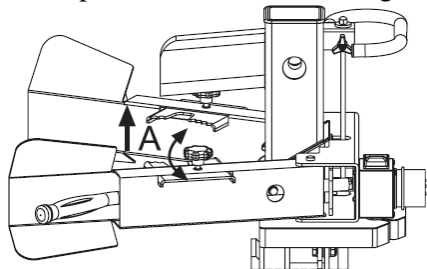

Fig.16 : b) Regolare le braccia di sostegno (A)
b) Regolare le braccia di sostegno del legno secondo il diametro del ceppo a la meggior posizione di lavoro delle leve di comando. (Fig.16).